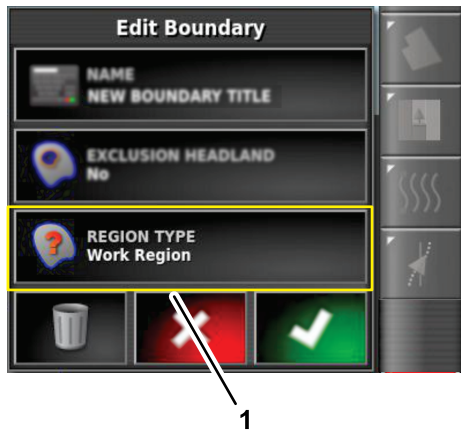

Figura 63
- 1. En el cuadro de diálogo Editar perímetro, pulse el icono TIPO DE REGIÓN (Figura 63).